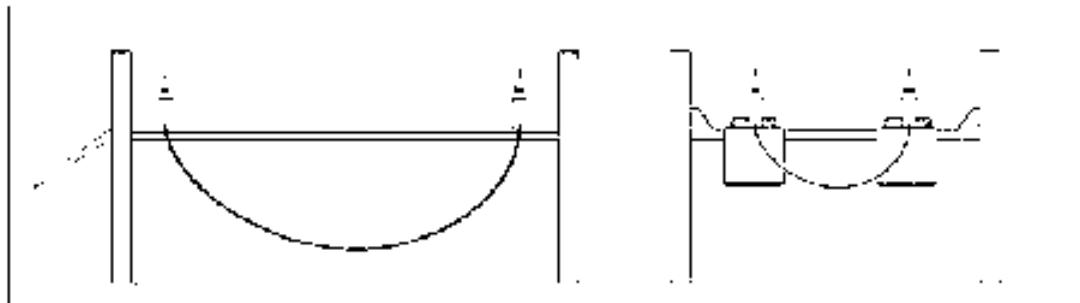

Рис. 23
6. Точная настройка и регулировка подъемника**Регулировка горизонтального уровня (рис. 23)**